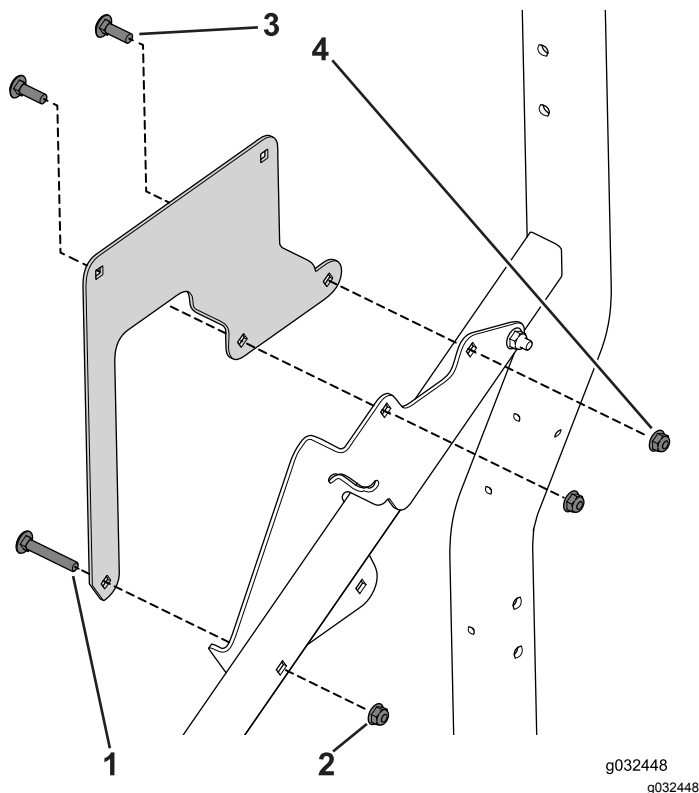

Figure 33
1. Fixez le support au cadre à l'aide des 3 boulons de carrosserie (5/16" x 1"), (5/16" x 1"), et des 3 écrous à embase (Figure 33).